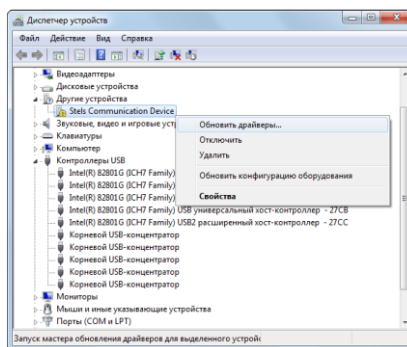

Рис. 5.5. Окно Диспетчер устройств
3. Откройте окно *Диспетчер устройств* (меню *Пуск* → *Панель управления* → *Диспетчер устройств*). В дереве устройств щелкните правой кнопкой мыши по строке *Stels Communication Device* и в появившемся меню выберите *Обновить драйверы* (рис. 5.5).